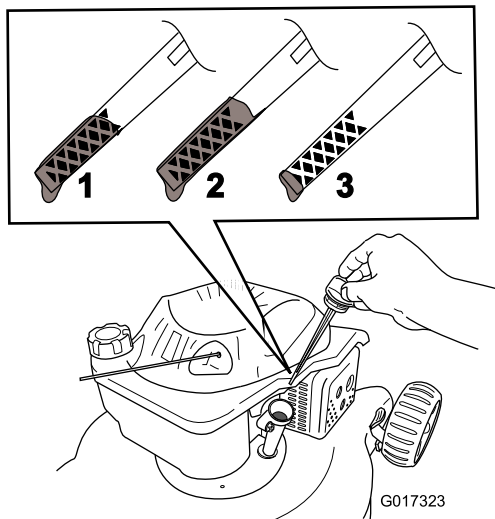

Figura 10
2. Retire la varilla (Figura 10).
5. Observe en la varilla el nivel de aceite (Figura 10).